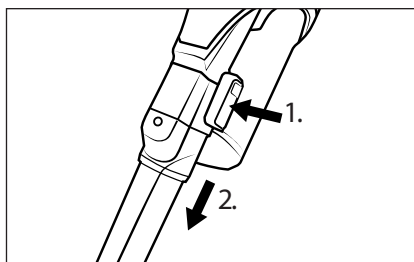

Fig. 15
- ◆ Para remover o acessório, mantenha o botão de desbloqueio no acessório pressionado e puxe então o acessório do tubo de aspiração ②④ ou da abertura de aspiração do aparelho (ver fig. 15).